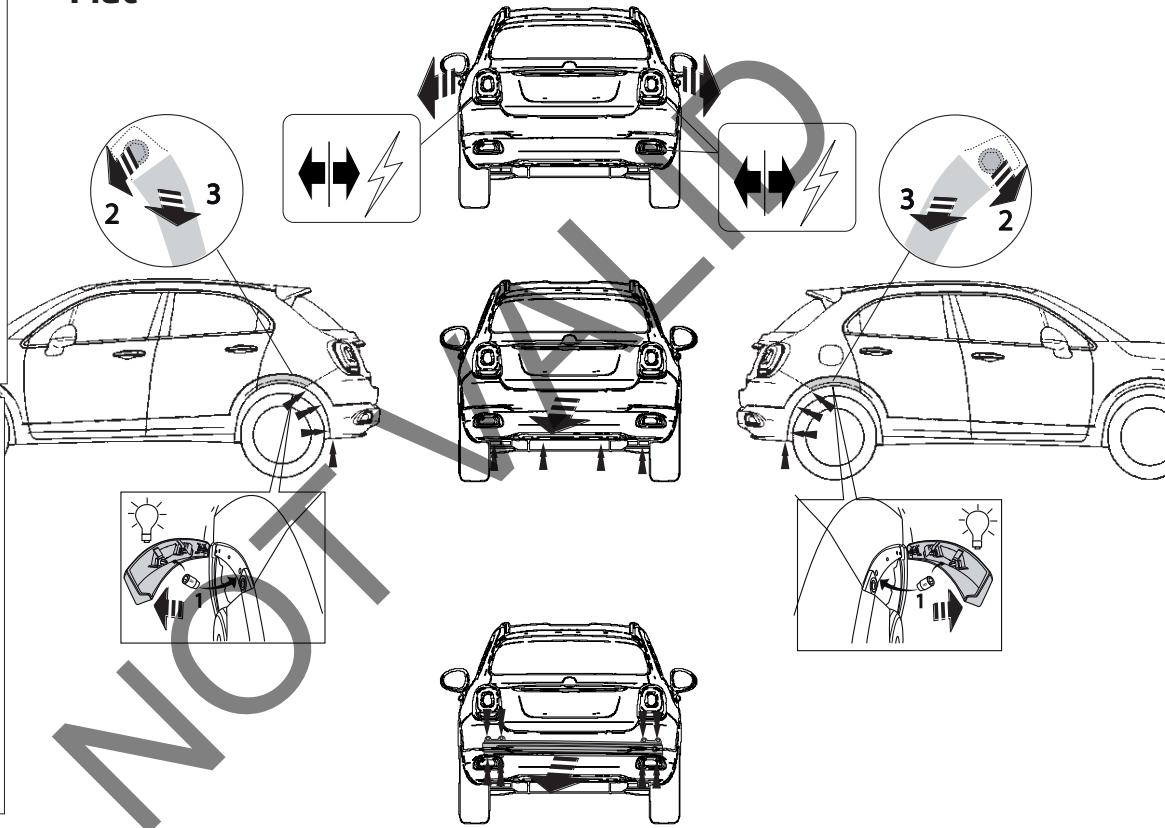

Fig. 1
1. Снять оба блока задних фар. Снять бампер вместе со буферным бруском автомобиля. Буферный брус больше не понадобится. См. рисунок 1, 1a.